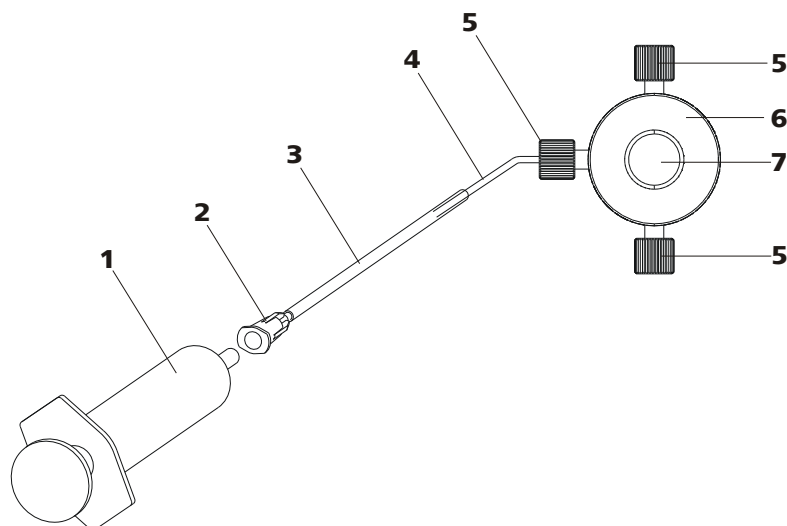

Abbildung 15 Eliminar o ar da bomba de alta pressão
Elimine o ar da bomba de alta pressão da seguinte forma (*siehe Abbildung 15, Seite 34*):
- Inserir a seringa (15-1) na conexão Luer (15-2) da agulha de purga (siehe Abbildung 15, Seite 34).